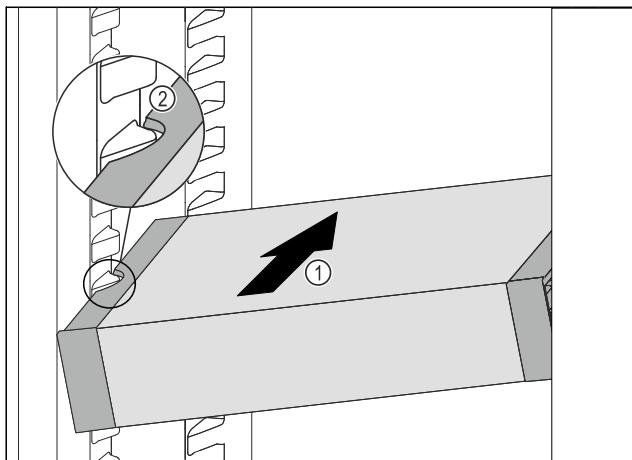

Fig. 109
- Вдвигайте VarioSafe под наклоном в холодильное отделение Fig. 109 (1), пока боковые выемки Fig. 109 (2) VarioSafe не окажутся на высоте выступа резервуара в холодильном отделении.